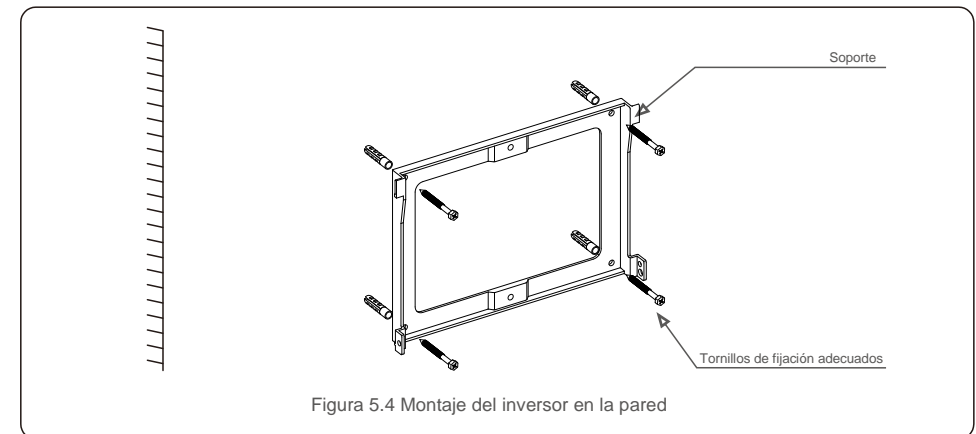
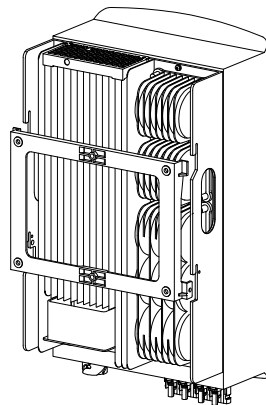

Figura 5.4 Montaje del inversor en la pared
Figura 5.5 Instale el inversor
Consulte la figura 5.4 y la figura 5.5. El inversor debe montarse verticalmente. Los pasos para montar el inversor se enumeran a continuación.
1. Consulte la Figura 5.4, los orificios para el perno de expansión según el diámetro del orificio del soporte (tornillos roscadores de cabeza hexagonal empotrados en cruz ST6.3 \*60, tubular expansible HJ0108 de 10\*50 mm) usando la perforación de percusión con el taladro de 10 mm deben permanecer verticalmente en la pared. La perforación debe realizarse verticalmente respecto a la pared. La profundidad de todos las perforaciones es de 60 mm.
2. Asegúrese de que el soporte esté horizontal Asegúrese de que los orificios de montaje (en la figura 5.4) estén marcados correctamente. Taladre los agujeros en la pared con sus marcas.